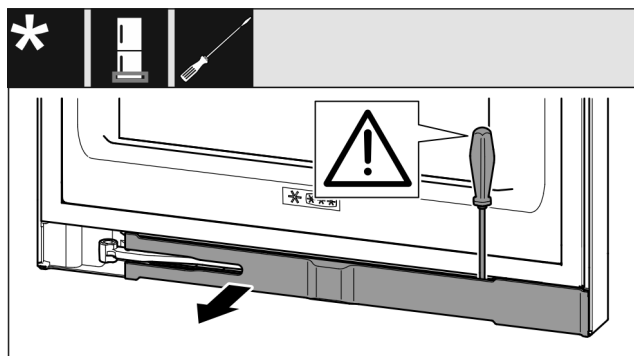

Fig. 14
- ▶ Pattintsa ki a takarólemezt lapos csavarhúzóval, és fordítsa oldalra. (lásd Fig. 14)